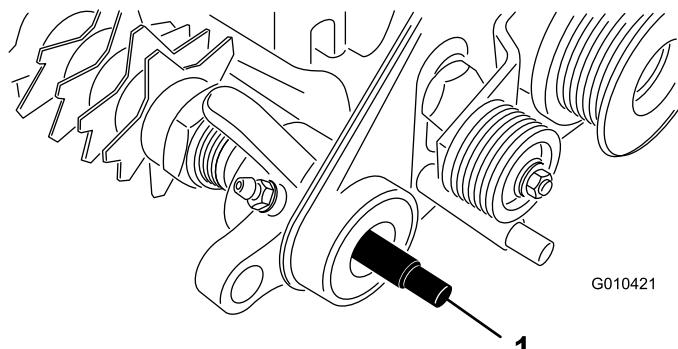

Рисунок 7
- Нанесите консистентную смазку на уплотнение в опоре подшипника узла привода и на конец вала механической щетки (Рисунок 7).
- Вставьте один конец вала механической щетки в опору подшипника узла привода (Рисунок 7).